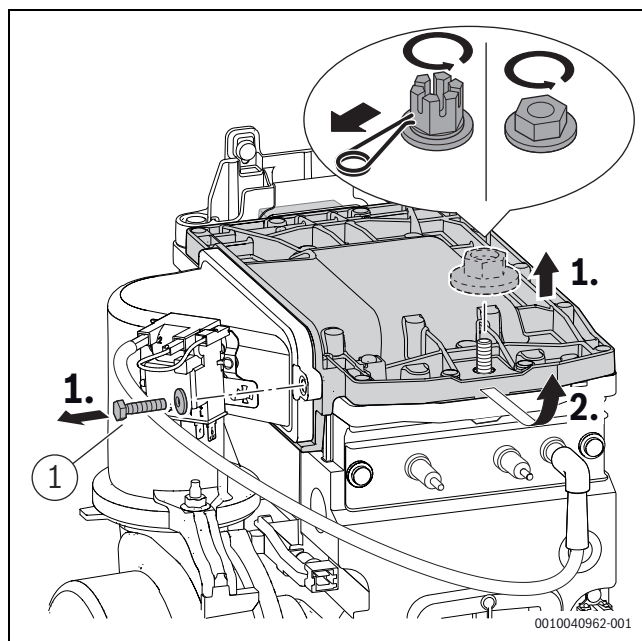

Fig. 42 Smontaggio del coperchio del bruciatore
- Serrare la vite ([1], fig. 42) sul coperchio del bruciatore a $5,5+0,5$ Nm.